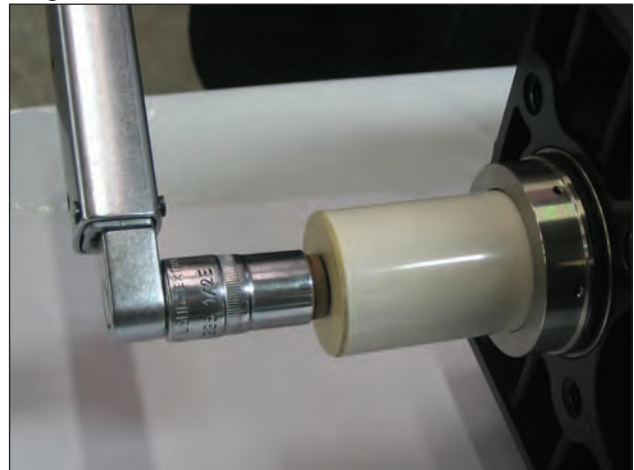

Abb. 23
A) Lösen Sie die Befestigungsschrauben M7x1 des Kolbens gemäß Abb. 23.